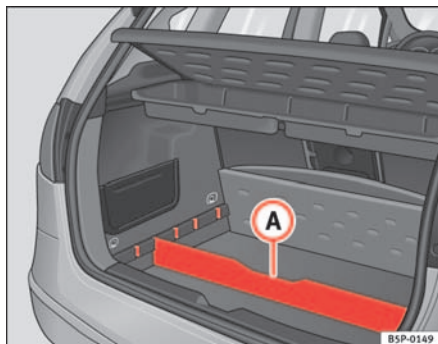

Abb. 104 Trennelement
- Das Trennelement **(A)** ⇒ Abb. 104 je nach Größe der zu transportierenden Gegenstände in die seitlichen Schlitzte einsetzen. Unter dem Fach befinden sich die Bordwerkzeuge und das Ersatzrad.